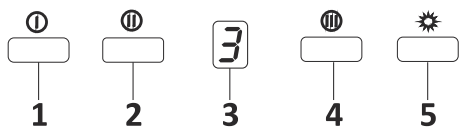

Fig. 18: Betjeningspanel
1. ▶ Trin 1 motorhastighed. Fig. 18
2. ▶ Trin 2 motorhastighed. Fig. 18
3. ▶ Digital skærm. Fig. 18
4. ▶ Trin 3 motorhastighed. Fig. 18
5. ▶ Belysning. Fig. 18
6. ▶ Hvis der trykkes på en motor hastighedsknap (1, 2 el. 3) i mere end 2 sekunder, aktiveres en 15 minutters timerfunktion. Når timeren er startet, blinker displayet. Timeren ophører med at fungere efter 15 minutter. Fig. 18